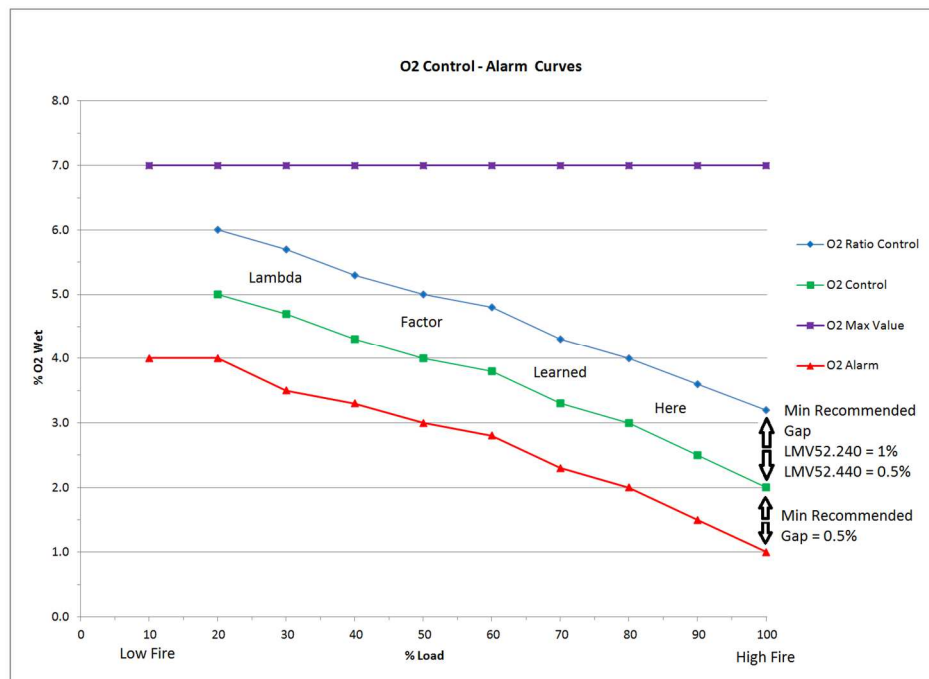

Figura 6-2: Control de O₂ y Curvas de Alarmas de O₂
Cuando el sistema de O₂ es comisionado, curvas y parámetros tienen que ser establecidos para definir como operará el sistema. Cuando la configuración se ha hecho de forma correcta, las curvas que se muestran en la Figura 6-2 obtendrán lo siguiente:
Como se aprecia en la Figura 6-2 arriba, el parámetro **O₂ MaxValue** establece el limite esbelto de combustible para el quemador y la Curva de Alarma de O₂ establece el limite de combustible rico para el quemador. Estos deben ser configurados de manera tal que una operación insegura / inestable no sea permitida. Sin embargo, el ser muy conservador con estos límites pondrá en desventaja al sistema y causará desactivaciones molestas del Ajuste de O₂. Se discutirán guías generales para dichas configuraciones más adelante en esta sección. Estas dos curvas juntas establecen el marco de seguridad para el quemador desde la posición del % de O₂.
8. Configure el tipo de pre-control deseado. Para la mayoría de los quemadores a gas natural donde la brecha entre las curvas de O₂ son lo suficientemente grandes para que el Factor Lambda pueda ser aprendido (vea Control O₂ y Curvas de Alarma de O₂ en la Figura 6-2), esto debe ser configurado a "like P air". La configuración de "teoría like" es normalmente utilizada para quemadores a petróleo, y "LambdaFact1" debe ser usado únicamente como un último recurso. La ruta en el menú para la configuración del tipo de pre-control es: